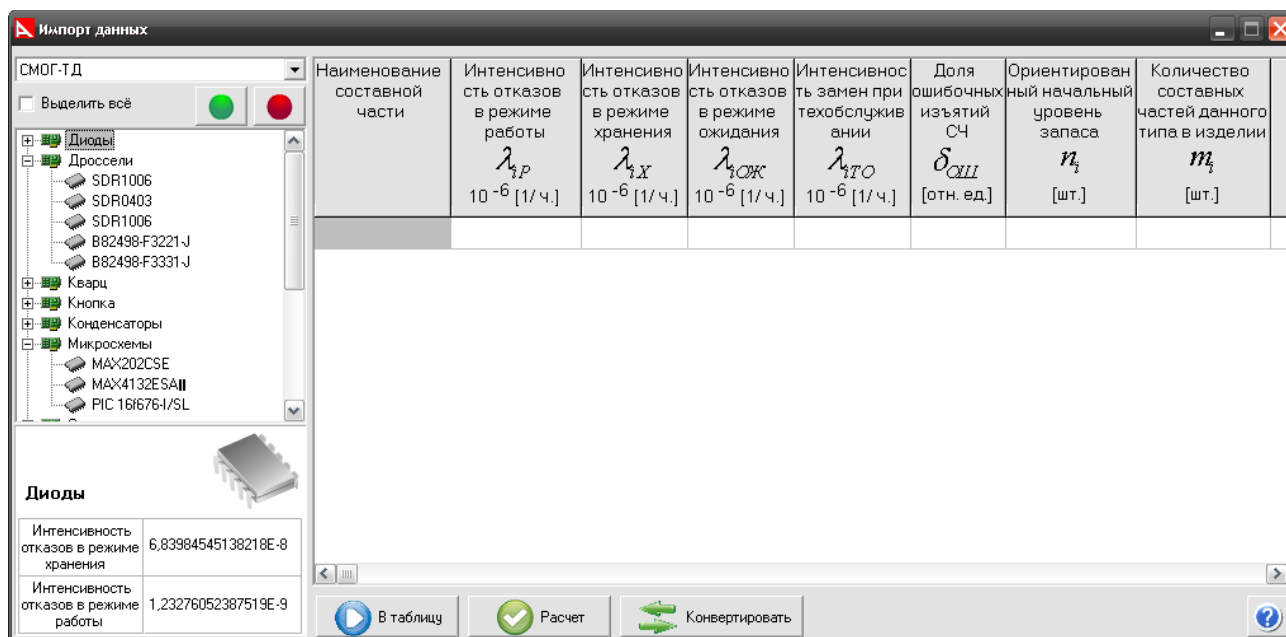

Рис. 3.24. Конвертор: Окно выбора составных частей
- В появившемся окне (см. рис. 3.24) выберите нужные составные части из проекта системы АСОНИКА-К-СЧ.
Примечание: При выборе СЧ в нижней части окна (см. рис. 3.24) отображаются значения её эксплуатационной интенсивности отказов для режима эксплуатации и хранения, рассчитанные в системе АСОНИКА-К-СЧ [4].
Если изделие работает в «непрерывном» режиме (т.е. интенсивность замен равна эксплуатационной интенсивности отказов) нажмите кнопку «Конвертировать» (см. рис. 3.24).
Если изделие работает в «сеансном» режиме, то система АСОНИКА-К-ЗИП позволяет автоматизировать расчёт интенсивности замен для «сеансного» режима работы. Для расчёта интенсивности замен нажмите кнопку «В таблицу» (см. рис. рис. 3.24).